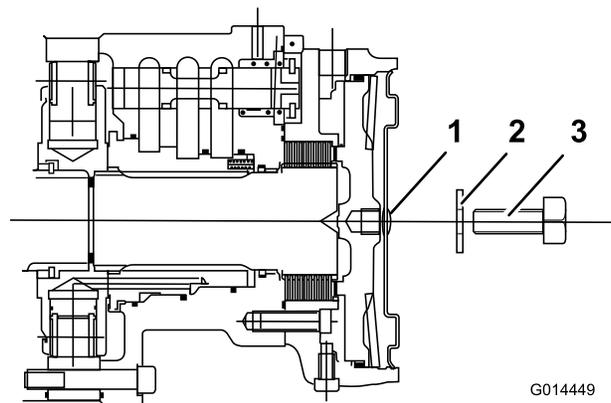

Figura 40
4. Instale um parafuso M12 x 40 mm comprido com anilha no furo no centro da placa de extremidade do motor (Figura 40).
5. Aperte o parafuso no furo roscado no pistão do travão até que o travão seja libertado (Figura 40).
6. Identifique o conjunto de travões de disco do motor da roda da frente do lado esquerdo e repita o procedimento anterior (Figura 40).